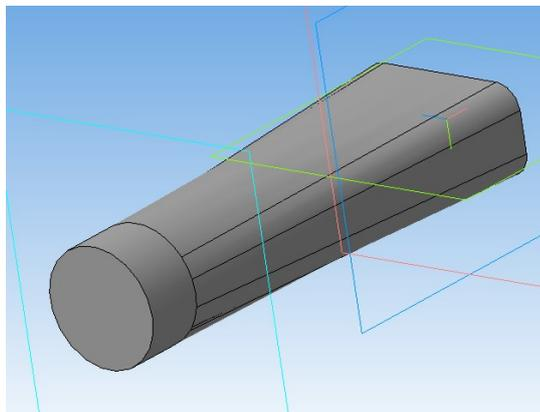

Рис. 81. Добавление бойка
4. Добавляем цилиндрический бойк, «приклеивая» его к круговому торцу тулова молотка. Для этого нам даже не потребуется создавать отдельный эскиз – можно воспользоваться уже существующим, который был вычерчен для реализации операции по сечениям. Выберем его в дереве модели и применим операцию выдавливания на расстояние 10 мм (рис. 81).